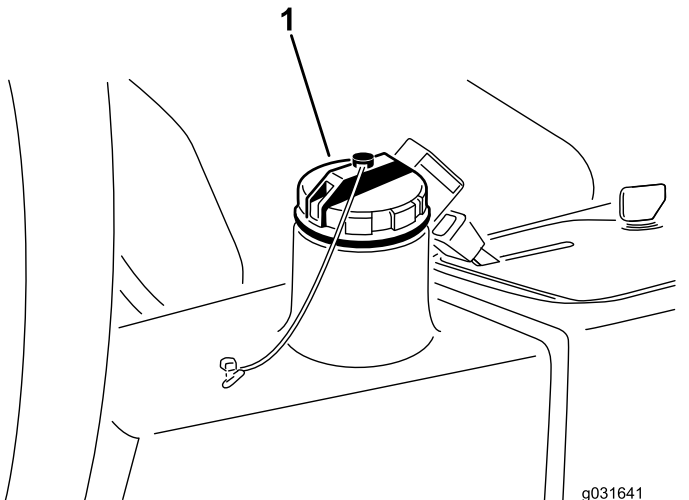

Figura 67
4. Riempite il serbatoio idraulico (Figura 67) con circa 13,2 litri di fluido idraulico; vedere Verifica dell'impianto idraulico \(pagina 55\).